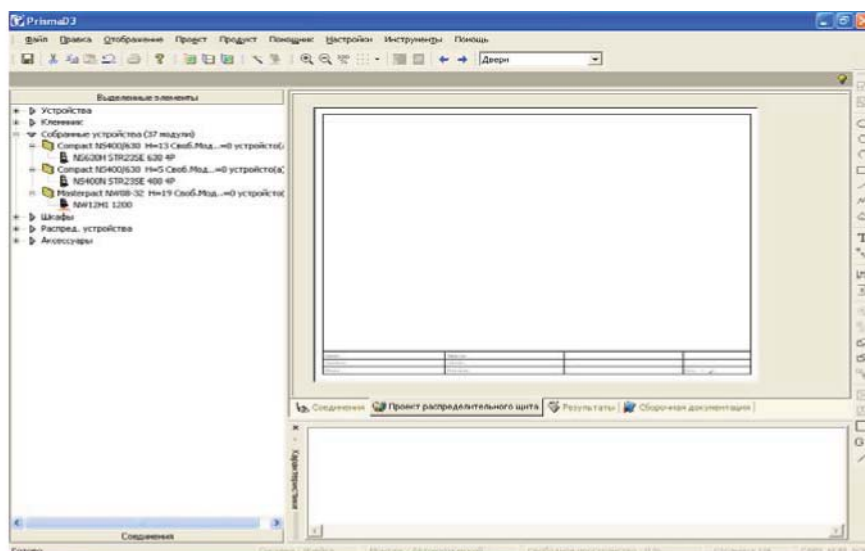

Рис. 67
- е) перетаскиваем выбранные аппараты из раздела “Устройства” в раздел “Собранные устройства”. Получаем три функциональные единицы (рис. 67)